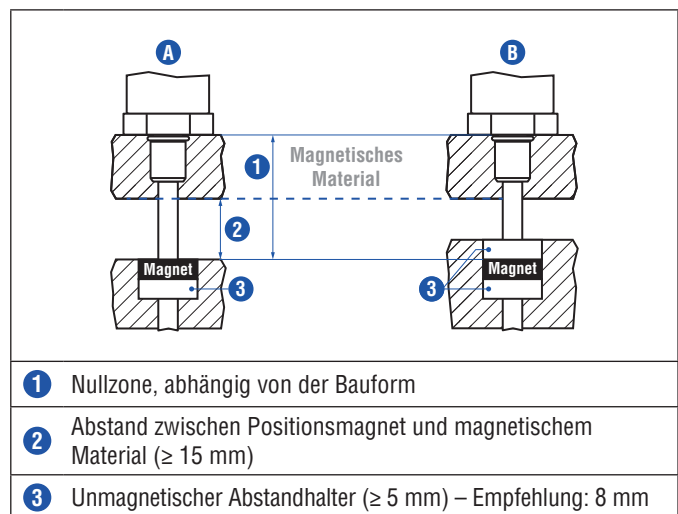

Abb. 37: Einbau mit magnetischem Material
- Der minimale Abstand zwischen Positionsmagnet und magnetischem Material beträgt 15 mm (Abb. 37)
- Beachten Sie die Maße in Abb. 37 bei der Nutzung von magnetischem Material
Bei der Verwendung von magnetischem Material die in Abb. 37 dargestellten Maße unbedingt beachten.